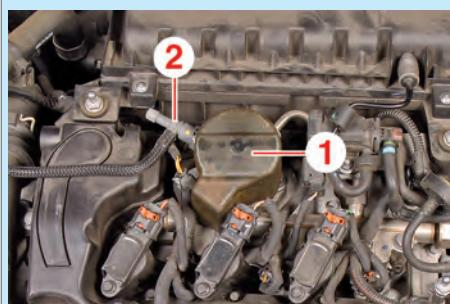

Fig.1
- Déposer le cache (1) de la pompe haute pression (Fig.1).